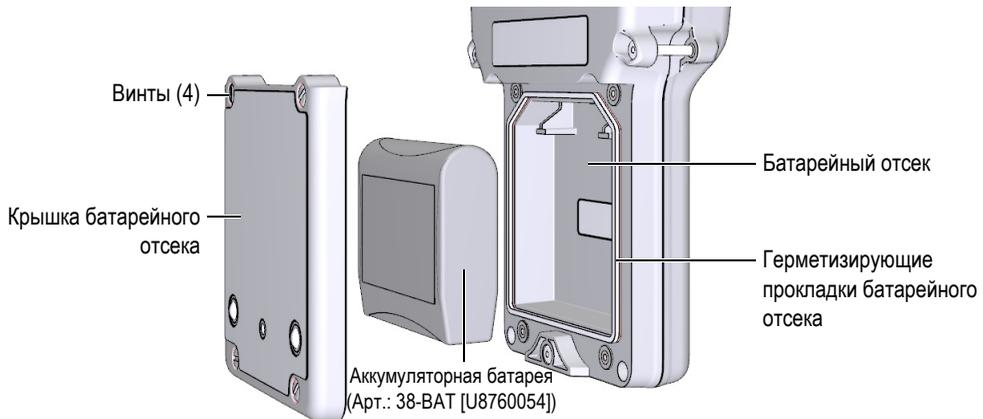

Рис. 2-4 Открытие батарейного отсека
Батарея находится в специальном отсеке на задней панели прибора 38DL PLUS (см. Рис. 2-4 на стр. 48).
6. На задней стенке прибора ослабьте винты (4), удерживающие крышку аккумуляторного отсека (см. Рис. 2-4 на стр. 48).